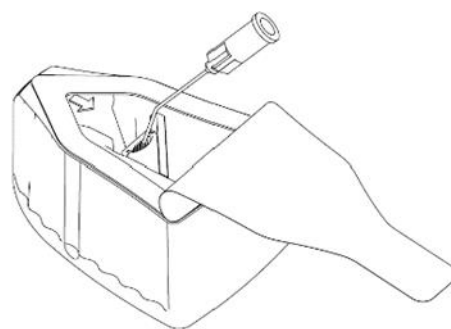

Fig 1.
3. Öffnen Sie den Linsenbehälter und injizieren Sie Viskoelastikum direkt in den Linsenhalter, ohne ihn aus dem Behälter zu nehmen. Gehen Sie mit der Kanüle nicht in den Linsenhalter, um die IOL nicht zu beschädigen. Siehe Abbildung. 1